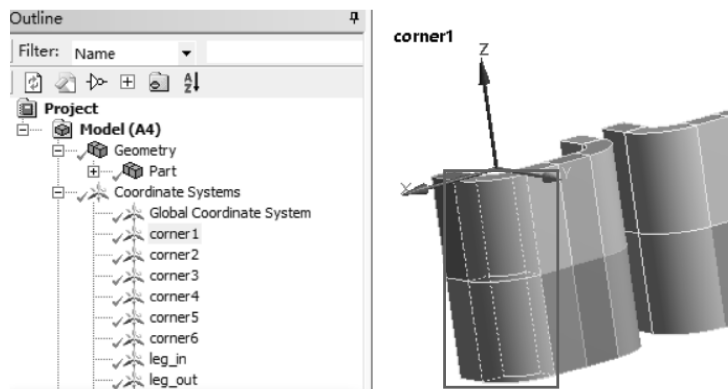
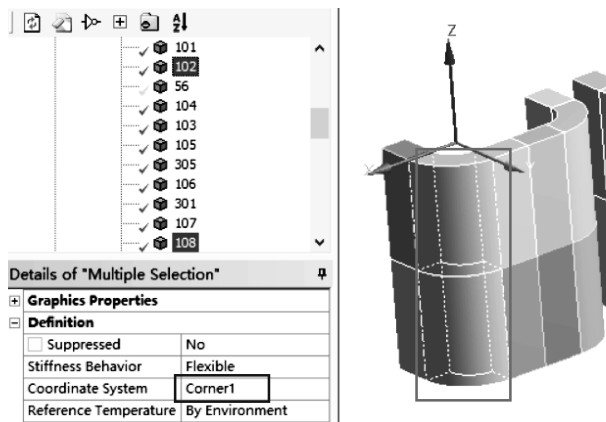

图 10-12 Corner1 及选中模型
图 10-13 分配 Corner1 坐标系及选中模型
(1) 在导航树里单击【Coordinate Systems】展开→【Corner1】，图像区域显示 Corner1 坐标在模型中的位置，选择线圈 102 和 108 模型，如图 10-12 所示。接着单击右键，从弹出的快捷菜单中选择【Go To】→【Corresponding Bodies in Tree】转移到导航树区域，单击【Details of “Multiple Selection”】→【Definition】→【Coordinate System】= Corner1，其他默认，如图 10-13 所示。